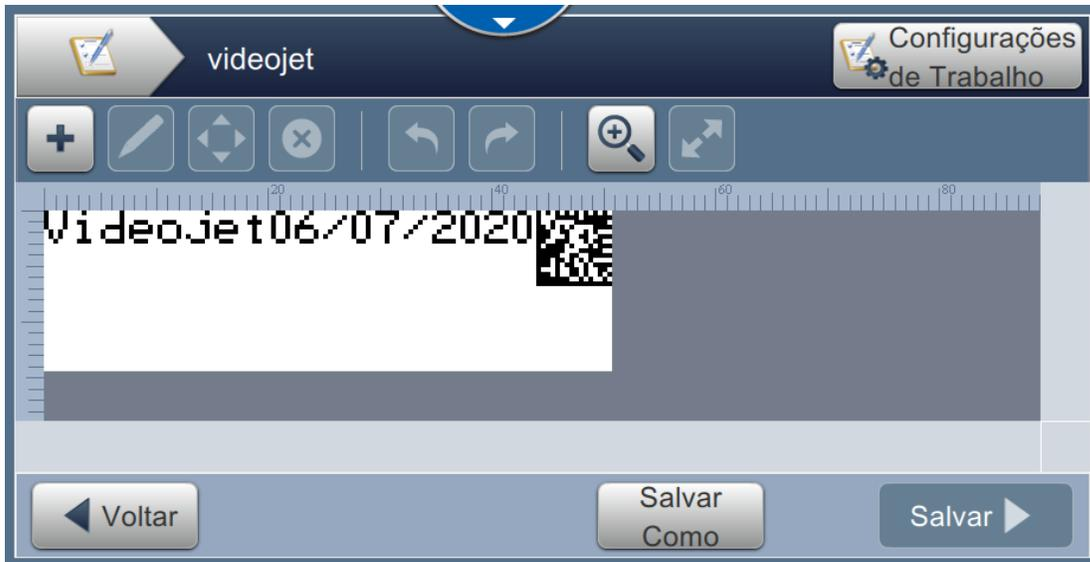

Figura 5-14: Tela Edição de campo
3. Toque no campo necessário a ser editado e toque no botão  como mostra a Figura 5-14.